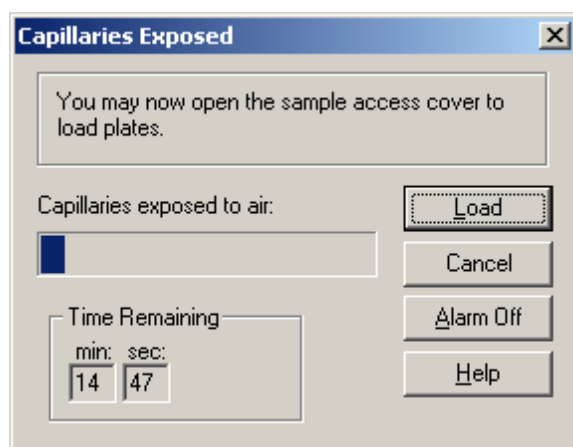

图 9.18 毛细管暴露对话框
2. 单击 **Unload**（卸载）。打开 Capillaries Exposed（毛细管暴露）对话框（图 9.18）。